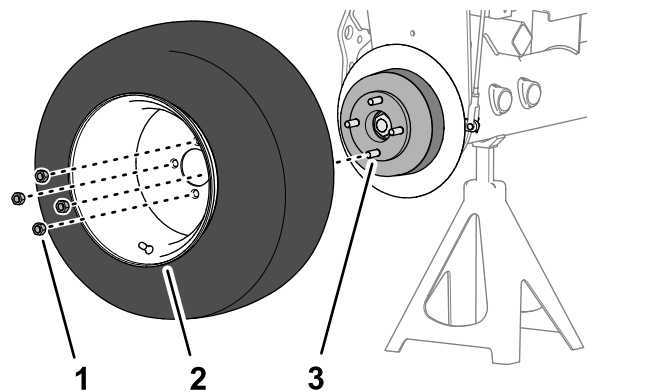

Рисунок 88
- Установите колесо на ступицу с помощью 4 зажимных гаек (Рисунок 88) и затяните зажимные гайки от руки.